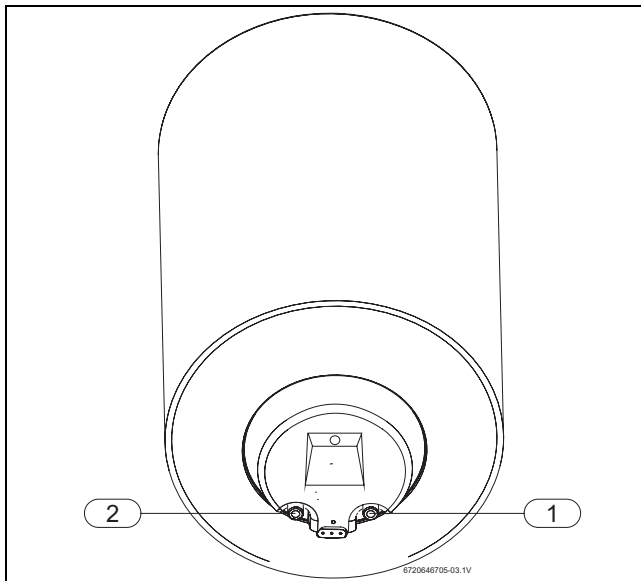

Fig. 6
- ▶ Identifique la tubería de agua fría y de agua caliente, para evitar un posible intercambio entre ellas (→ Fig. 6).